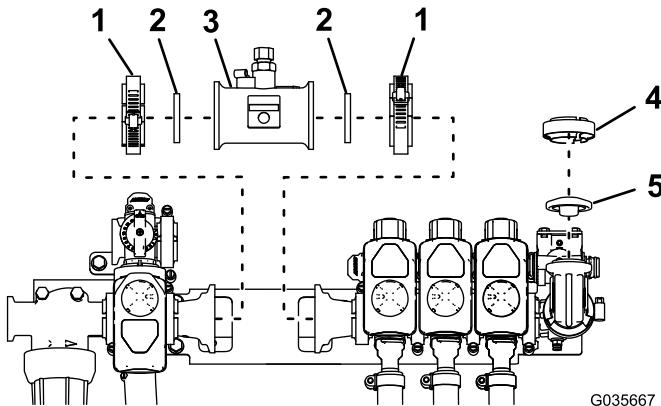

図1
3. マニホールドカップラを攪拌バルブ個別ブームバルブアセンブリに固定しているワームクランプを外す図1。
4. クランプ、ガスケット、マニホールドカップラを外す図1。
5. いま外したクランプを使用してフローメータと2枚のフローメータ用ガスケットを取り付ける図1。
6. トランスデューサクランプ、キャップ、ガスケットを外す図1。